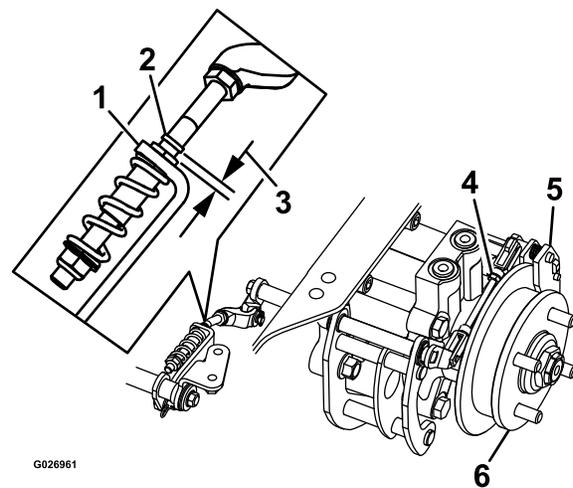

Figura 78
7. Compruebe si hay un espacio visible entre la escuadra y el tope del acoplamiento (Figura 78).